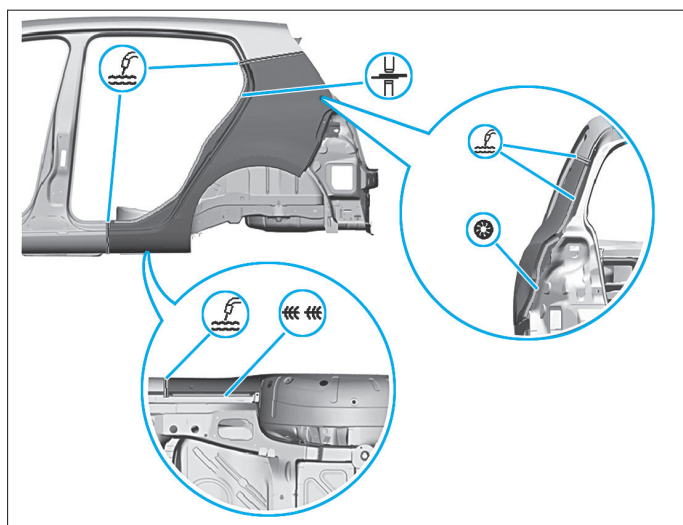

FIG. 140
- Souder le panneau l'aile arrière à la pointeuse électrique (Fig.140).